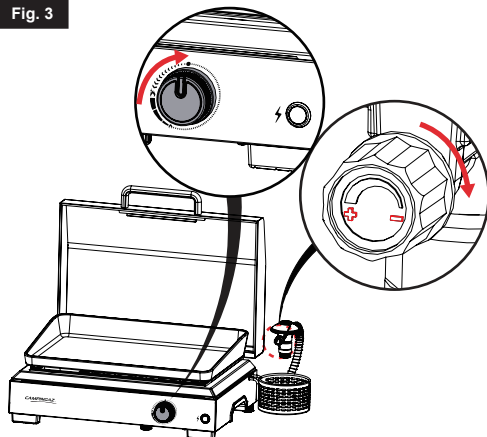

Fig. 4A
- Encliqueter le détendeur (2) sur le réservoir de gaz et le visser jusqu'à ce que vous entendiez un clic (environ un sixième de tour) (Fig. 4A). Ne forcez pas davantage car vous risquez d'endommager le système Easy Clic® Plus.